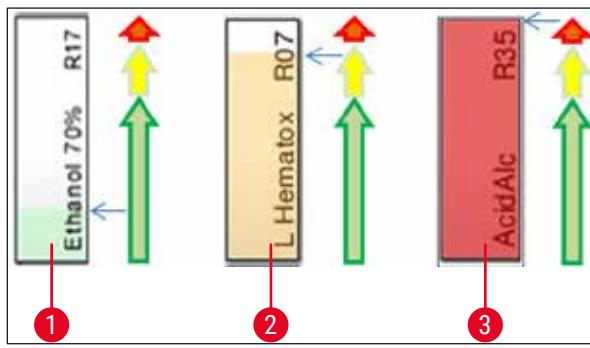

Рис. 72
- Фоновый цвет (→ "Рис. 72")
- Фоновый цвет показывает статус расхода реагента (→ "Рис. 72"). По мере расхода реагента цветная полоса поднимается снизу вверх и изменяет цвет с учетом статуса расхода.